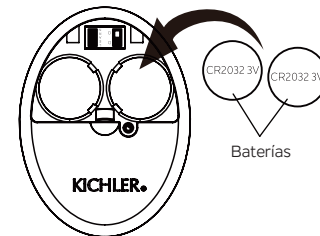

Figura 29
**Paso 2.** Para que el ventilador funcione, instale dos baterías CR2032 de 3 V (incluidas). Las baterías deben instalarse con el lado positivo (+) hacia arriba. Reemplácelas con baterías CR2032 cuando sea necesario. (Figura 29)